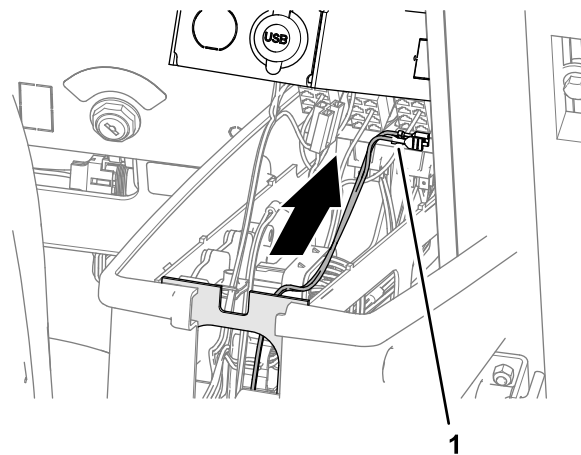

**Figure 106**
1. Faites passer la branche du faisceau de câblage étiquetée REMOTE ENGAGE SWITCH à travers le passe-câble (Figure 106) que vous avez installé à l'étape 16 Percer le socle de la console (page 30).
2. Faites passer la branche du faisceau de câblage étiquetée REMOTE ENGAGE SWITCH dans la console centrale (Figure 106).